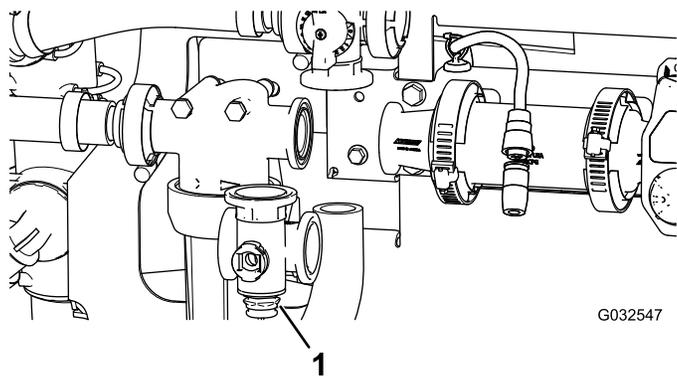

Рисунок 101
2. Снимите коллектор клапана перемешивания с машины (Рисунок 101).